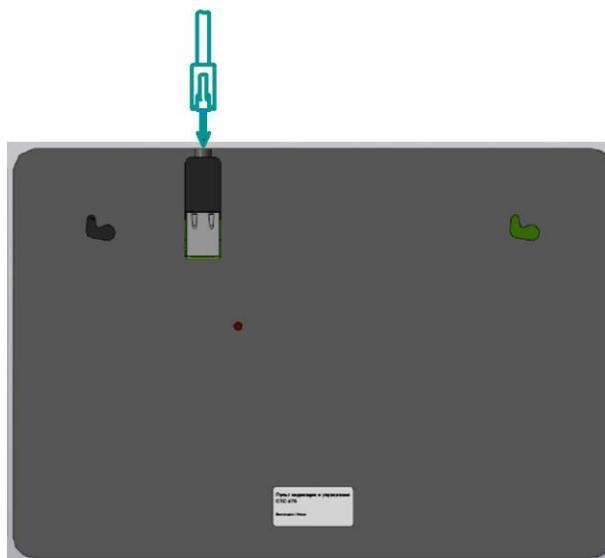

Рисунок 2.4 – Подключение изделия
3) Подключить кабель питания PoE к порту Ethernet изделия (рисунок 2.4).